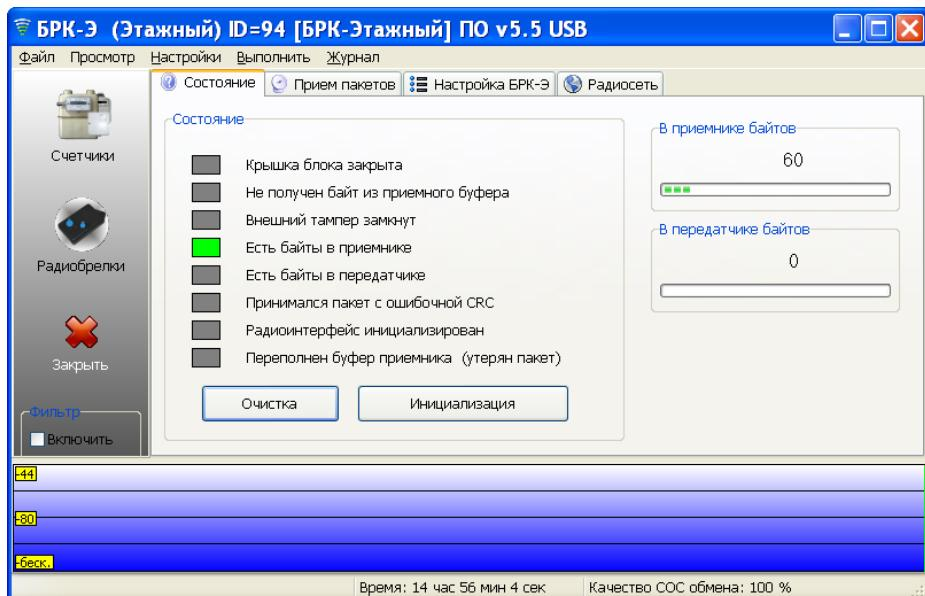

Рисунок 9 - Окно состояния виртуального BRK-Э
8) Выбрать в списке БРК-Э и нажать на кнопку «Тест» . Откроется окно состояния виртуального БРК-Э (рисунок 9).